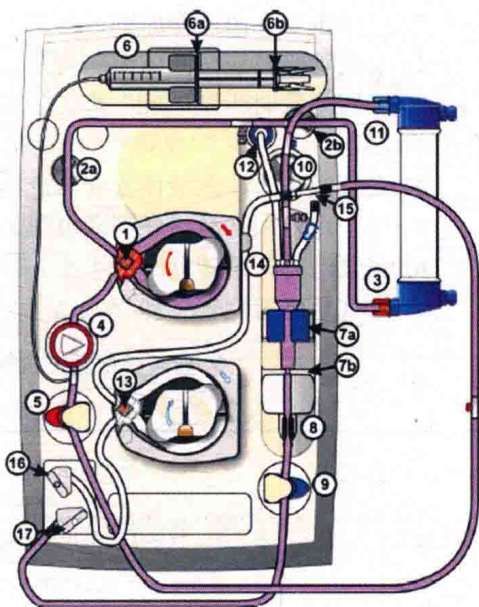

图 1-2 血液透析管路
2) 打开泵门，打开管路外包装，取出动脉管路，将较粗的动脉引导管插入图 1-2①直到血泵发出提示音“咔”为止。
3) 在图 1-2④处安装动脉压力监测器，将动脉压力监测器下端 3cm 管路放入图 1-2⑤动脉闭塞夹中。
5) 将血泵上端动脉管路分别拉直放入图 1-2②a、②b 处，末端相连于图 1-2③（管路无打折、连接处无松动）。
1) 取出静脉管路将静脉壶放入空气监测器卡槽图 1-2⑦a，静脉壶下端拉直分别卡入图 1-2⑦b、⑧、⑨ 中，剩余管路沿泵门由内向外挂于泵门上。
2) 将静脉壶上安全夹推至根部扶正、夹紧，拧紧小帽，连接静脉压力监测器于图 1-2⑫处，将静脉壶以上管路拉直夹入图 1-2⑩处，末端与血液透析器图 1-2⑪相连（管路无打折、连接处无松动）。
(3) 置换液管路安装
1) 取出置换液管，将置换液引导管插入图 1-2⑬中，直到置换液泵发出信号音“咔”，置换液引导管上方细管卡入图 1-2⑭处，末端与动脉管上管路接头处（图 1-2⑮）相连。
2) 拔出置换液端口锁扣（蓝色）并逆时针将其旋转 90°，将置换液接头推入置换液端口（图 1-2⑯）并使其紧固，将锁扣转回压住置换液接头。
3) 取出冲洗接头并连接到静脉管路上，拔出冲洗端口锁扣（灰色）并逆时针将其旋转 90°，将冲洗接头推入端口，将锁扣转回并压住冲洗接头（图 1-2⑰）。